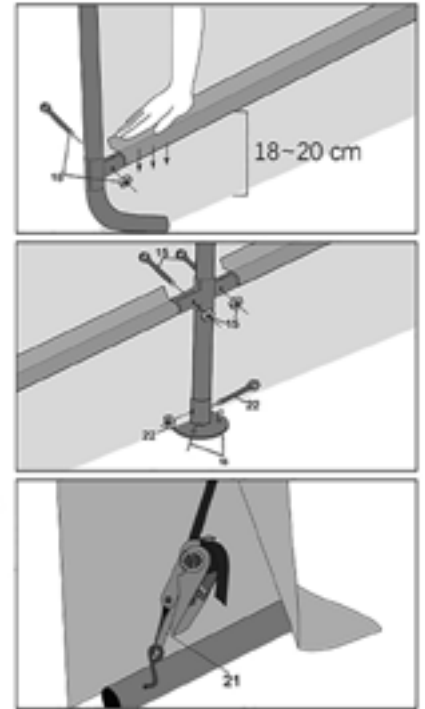

fig.9
5.4.3. **FINAL FITTING** (fig.9)